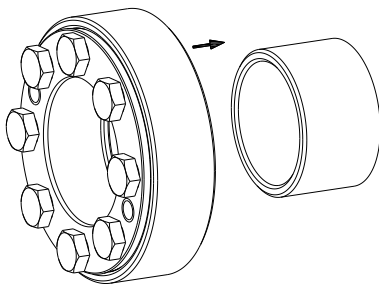
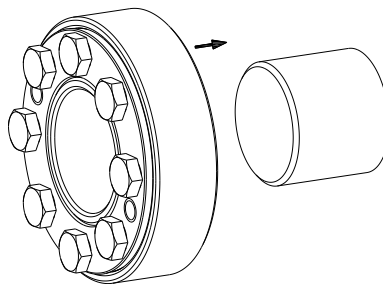

Bild 5: Aufschieben des Spansatzes auf die Hohlwelle
Bild 6: Aufschieben auf die Welle
- Setzen Sie anschließend den Spansatz KTR 620 auf die Nabe/Hohlwelle außen (siehe Bild 5 und Bild 6).